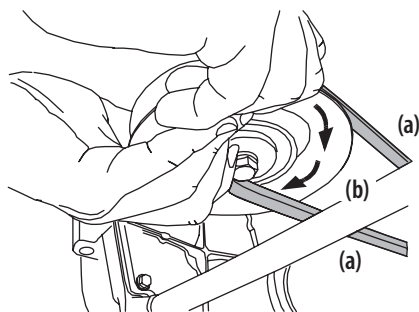

Figure 42
- d. Tout en maintenant la courroie de la PDF (a) vers le bas, continuez à faire tourner la poulie de la PDF (b) jusqu'à ce que la courroie de la PDF (a) se déroule de la poulie de la PDF (b). Consultez la Figure 42.
8. Tirez le côté droit de la courroie de la PDF vers l'arrière, puis placez le côté en « V » étroit de la courroie de la PDF dans la poulie de la PDF. Consultez la Figure 42.
9. Tout en tenant ensemble la courroie et la poulie de la PDF, faites tourner la poulie de la PDF vers la gauche (consultez la Figure 42). Continuez à tenir et à faire tourner la poulie et la courroie de la PDF jusqu'à ce que la courroie de la PDF soit complètement enroulée dans la poulie de la PDF.